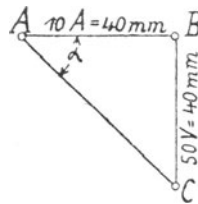

Fig. 183.
$$\text{tg } \alpha = 5 \Omega = \frac{5 \text{ V}}{1 \text{ A}} = \frac{50 \text{ V}}{10 \text{ A}}, \text{ d. i. } \frac{50 \cdot 0,8 \text{ mm}}{10 \cdot 4 \text{ mm}} = \frac{40 \text{ mm}}{40 \text{ mm}} \\ = \frac{\overline{BC}}{\overline{AB}} \text{ (Fig. 183).}$$
Wie groß ist der Widerstand  $w$ , wenn in der Fig. 183  $1 A = 3$  [2] (0,5) mm,  $1 V = 2$  [1,5] (4) mm vorstellt?